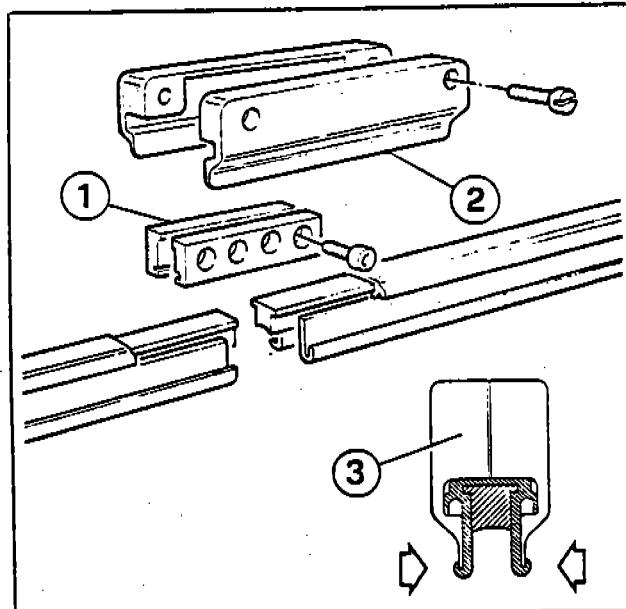

Fig. 26
**⚠** Insert the edge of the insulating cover (2-Fig. 26) into the catch on the insulating protection edge, to insure the proper spacing of the internal channel (3-Fig. 26).
c) Collegare tra loro i settori conduttrice elettrica tramite il morsetto (1-Fig. 26) e coprire il morsetto con protezione isolante (2-Fig. 26).
**⚠** Inserire lo spigolo protezione (2-Fig. 26) nel bordino isolamento sbarra (3-Fig. 26). Evitando così il disilneamento dell'isolamento sbarra nella giuntura.